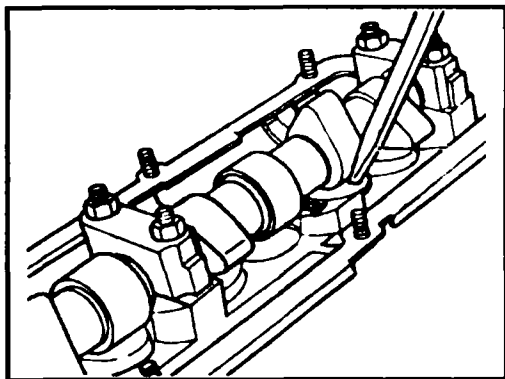

Рис. 2.28 Проверка гидравлических толкателей
- ◆ Деревянным или пластмассовым клином надавите толкатель вниз (см. рис. 2.28), если зазор между толкателем и кулачком будет